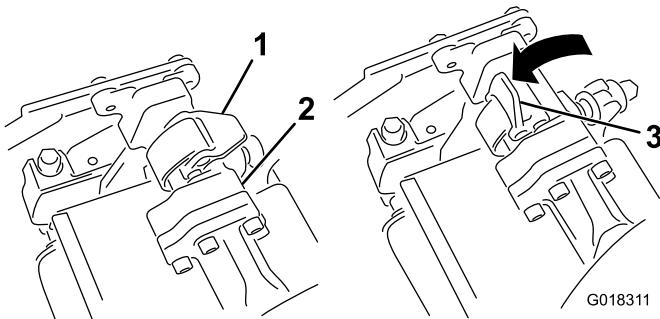

Figura 1
3. Con los enganches del brazo de suspensión orientados hacia arriba (es decir, abiertos) (Figura 1), empuje hacia abajo el brazo de suspensión de modo que la barra encaje en la barra situada en la parte superior de la unidad de rodillo triple (Figura 2).
4. Presione los enganches hacia abajo alrededor de la barra de la unidad de rodillo triple y bloquéelas (Figura 1).